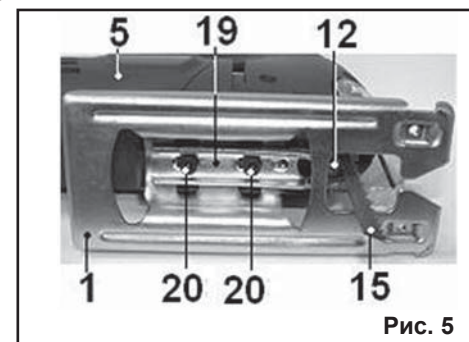

Рис. 5
7.3. Установка опорного ролика (Рис.5). Для моделей ЛЭ-500/45 и ЛЭ-500/45Э.
7.4. Наклон подошвы (Рис. 5, 6). Для моделей ЛЭ-500/45 и ЛЭ-500/45Э.